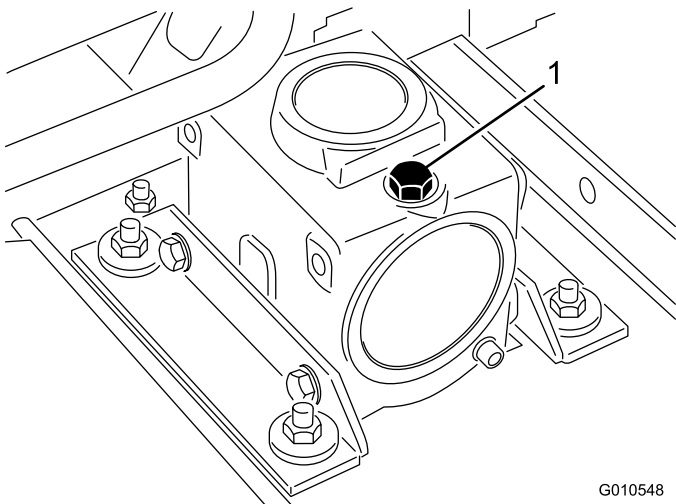

Figura 7
2. Retire la varilla/ tapón de llenado de la parte superior de la caja de engranajes (Figura 7) y compruebe que el lubricante está entre las marcas de la varilla. Si el nivel de lubricante es bajo, añada suficiente lubricante para que el nivel quede entre las marcas.